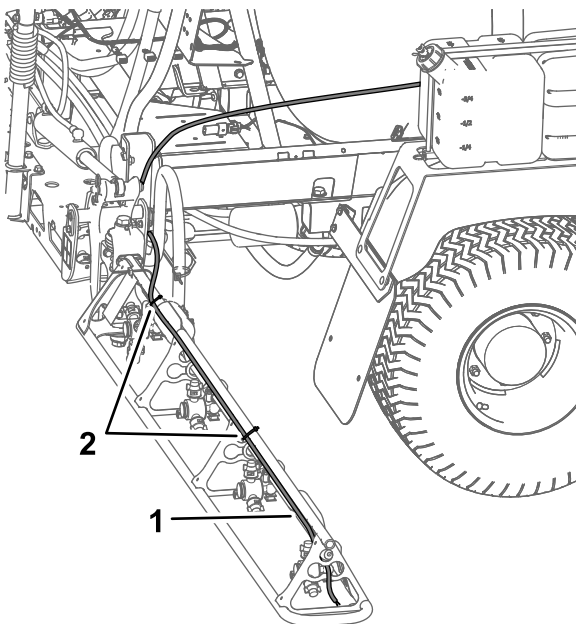

図 13
- A. 右側ブームで、上サポートポールに沿って泡チューブを取り付ける 図 13。